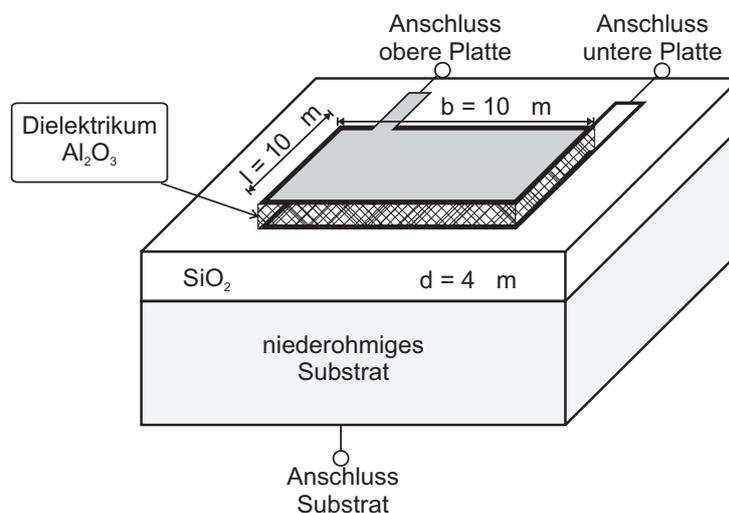

Abbildung 1.1: Prinzipieller Aufbau eines integrierten MIM-Kondensators.
- 1.3 Die in Abb. 1.1 angedeutete Zuleitung zur oberen Platte ist $50 \mu\text{m}$ lang, $0,3 \mu\text{m}$ breit und $0,3 \mu\text{m}$ dick. Bestimmen Sie deren Flächenwiderstand R_F und den spez. Widerstand ρ des Metalls!